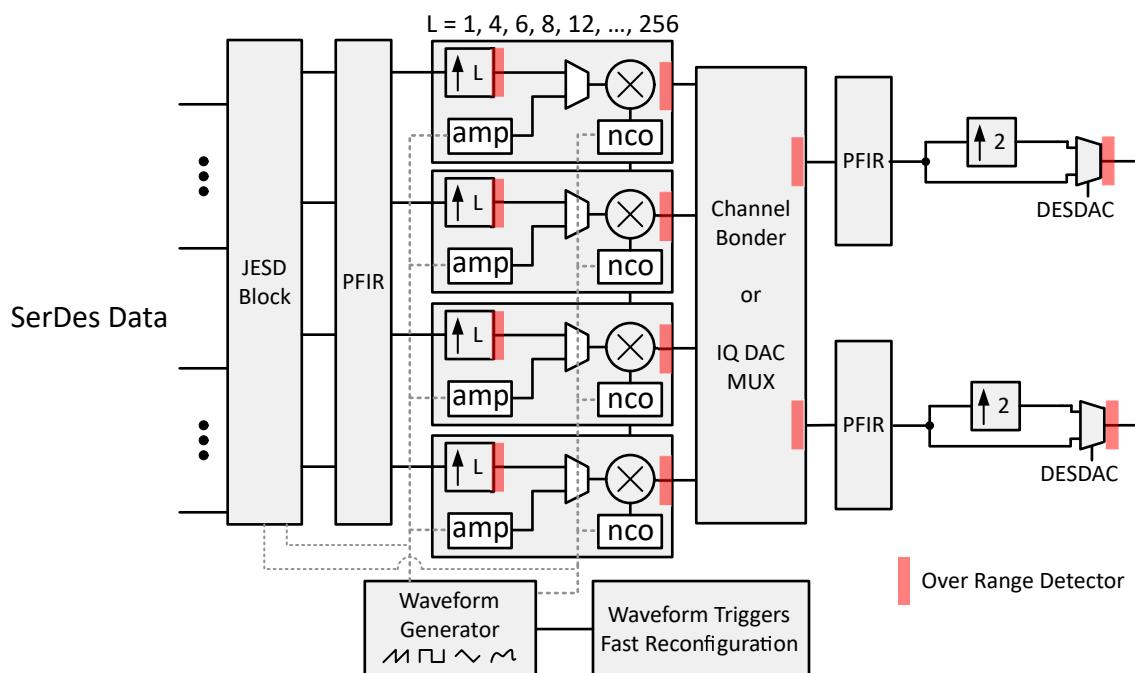

図 7-10. デジタル信号処理ブロック
図 7-10 に、デジタル信号処理ブロックを示します。このデバイスには、4 つのデジタル アップコンバータ (DUC) ブロックが搭載されており、4 つの複素 (IQ) 入力ストリームをサポートしており、異なる RF 周波数で結合できます。4 つの DUC は、柔軟に割り当てることができ、チャネル ボンダーのいずれかの DAC 出力に合計することができます。プログラマブル FIR フィルタは、DUC への入力または DAC サンプル レートで使用できます。最後の信号処理ブロックは、DES モードで使用するための 2 による追加の補間です。